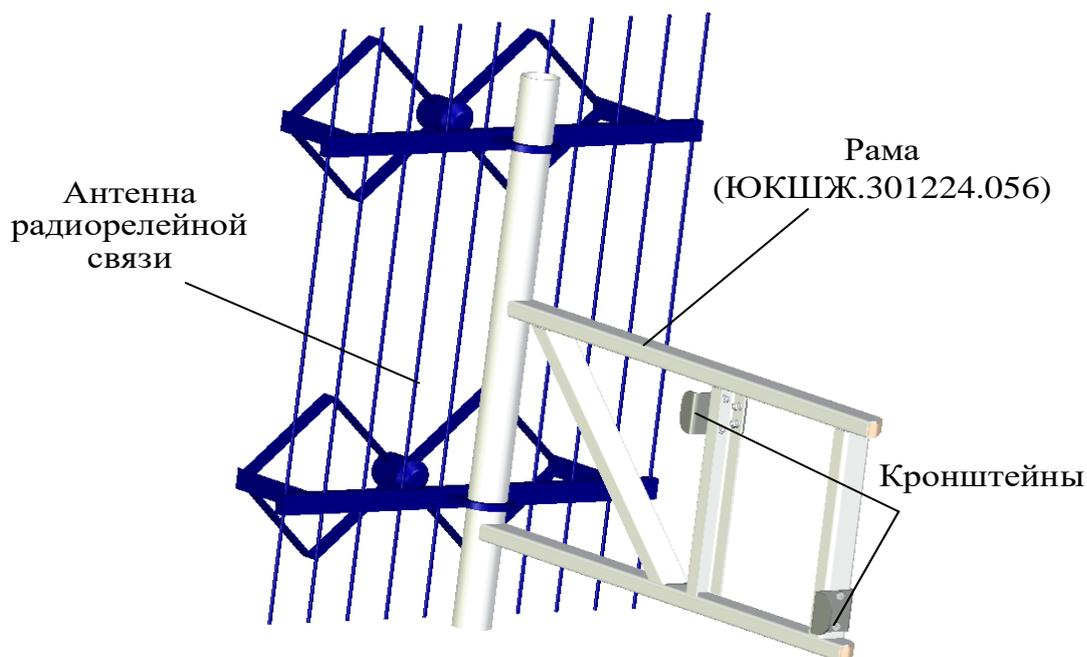

Рис. 8.13. Крепление антенн радиорелейной связи к ферме
- на рамы устанавливаются антенны радиорелейной связи и приемопередающие устройства (рис. 8.13), закрепляются штатным креплением и ориентируются в направлении на СДУ (соседнюю МРЛС) (работу проводят первый, второй номера расчета);